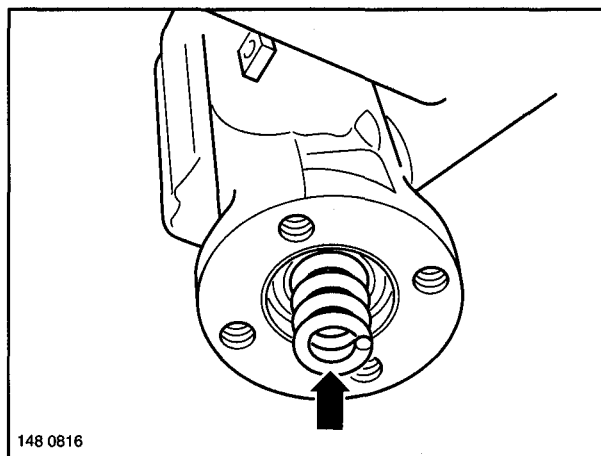

Fig. 16
- (16) Fit the lower closing plates with three M10 locking screws or hexagonal screws and spring washers and tighten the screws to the specified torque of 38 Nm.
- (17) Place the compression spring (Fig. 16/arrow) in the bore of the kingpin. Fit the base plate or upper closing plate with locking screws or hexagonal screws and spring washers.
- (18) Tighten the screws crosswise until the compression spring is tensioned.
(16) Monter les couvercles inférieurs à l'aide de trois vis de sûreté M10 ou à l'aide de vis à 6 pans et de rondelles et serrer les vis à 38 Nm.
(17) Engager le ressort de pression (figure 16/flèche) dans l'orifice du pivot de fusée. Monter le support de cylindre inférieure ou supérieure à l'aide de vis de sûreté ou de vis 6 pans avec rondelles ou la plaque.
(18) Serrer alternativement les vis, afin de comprimer le ressort.
- (16) Untere Verschlussplatten mit drei Sicherungsschrauben M10 bzw. Sechskantschrauben und Federscheiben montieren und Schrauben mit dem vorgeschriebenen Anziehdrehmoment von 38 Nm festziehen.
- (17) Druckfeder (Fig. 16/Pfeil) in die Bohrung des Lenkbolzens einstecken. Grundplatte bzw. obere Verschlussplatte mit Sicherungsschrauben bzw. Sechskantschrauben und Federscheiben montieren.
- (18) Schrauben wechselseitig anziehen, die Druckfeder wird gespannt.